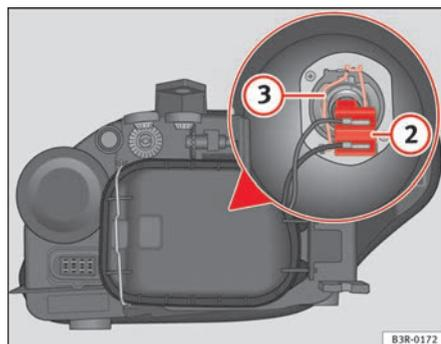

Fig. 205 Feux de croisement
- Retirez le connecteur ⇒ fig. 205 ② de l'ampoule.
- Décrochez le ressort entrebâilleur ⇒ fig. 205 ③ en le pressant vers l'intérieur et vers la droite.